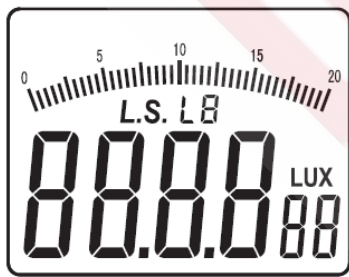

Рисунок 3-1-2C
- После повторного нажатия кнопки «REL/PEAK» в течение одной секунды индикатор «PEAK» исчезнет, вместо него в середине дисплея появится индикатор «AUTO», а прибор вернется из режима измерения пиковых значений в режим автоматического выбора предела измерения (см. рисунок 3-1-2C).